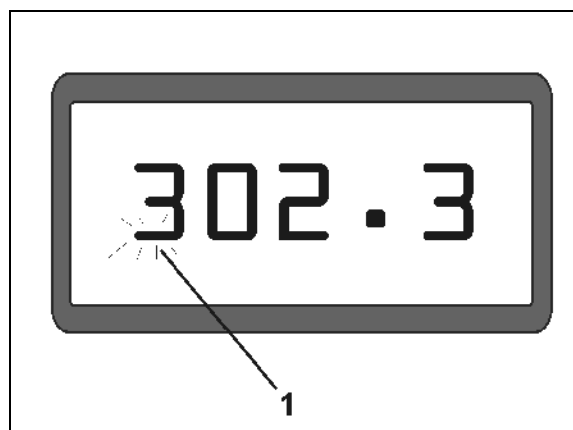

Fig. 2
- **Display (Fig. 2/1).**
Den nederste linjen (Fig. 2/1) blinker under arbeidet: